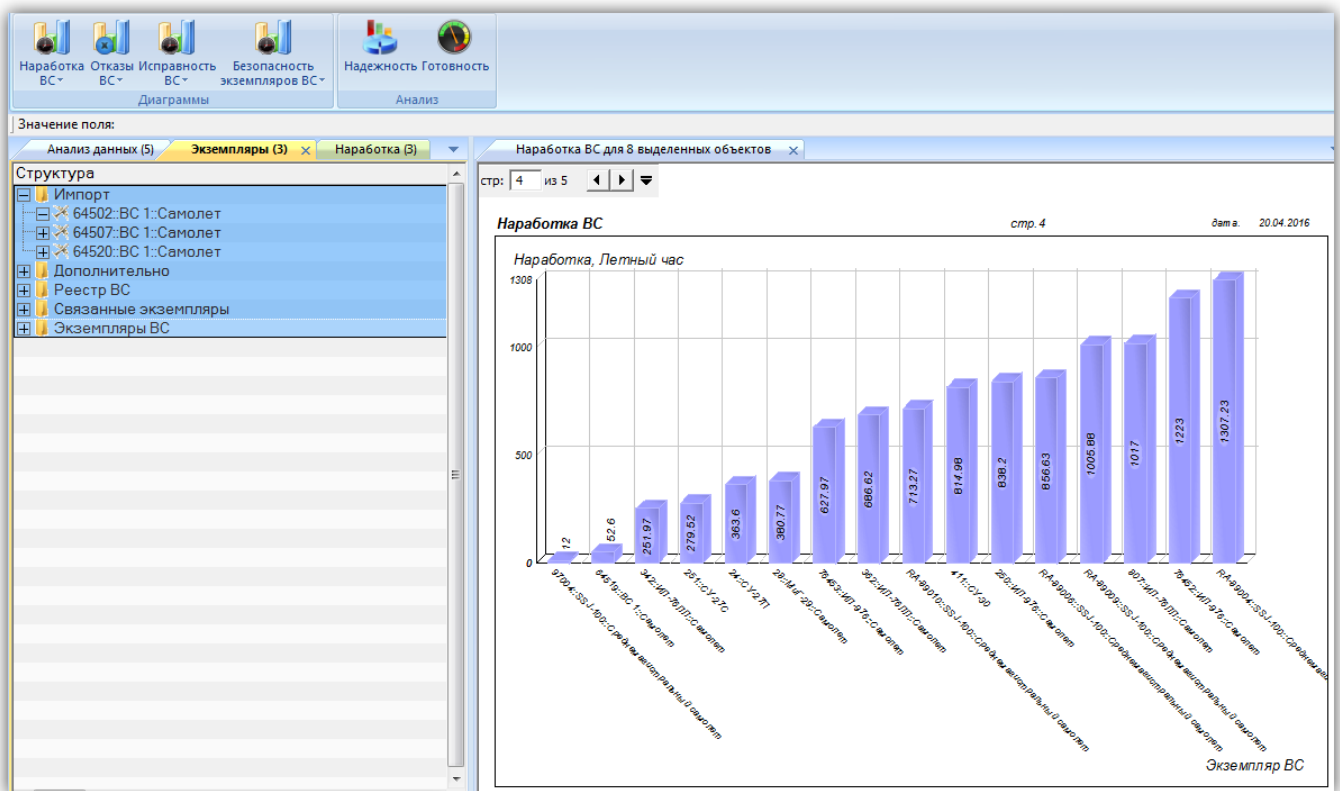

Рис. 13-225 – Построение диаграммы по наработке
4) В отдельном рабочем окне отображается диаграмма по наработке (рис. 13-225). Краткое описание инструментов панели «Файл» для диаграмм приведено в пункте 5.4.7 «Панель «Диаграммы»», стр. 62.